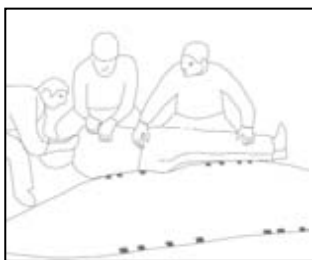

Fig. 4
- Role o paciente e deslize a TOTAL o mais junto ao paciente possível. Suavemente role o paciente para cima da maca (fig. 4).